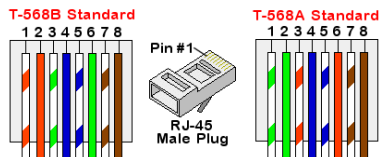

図 34: 標準ケーブルのワイヤリング
- c. 図 34に従って8本の芯をRJ45端子に挿入します。
- e. 図 34に従ってイーサネットコネクタを通信ボードのRJ45ポートに接続します。